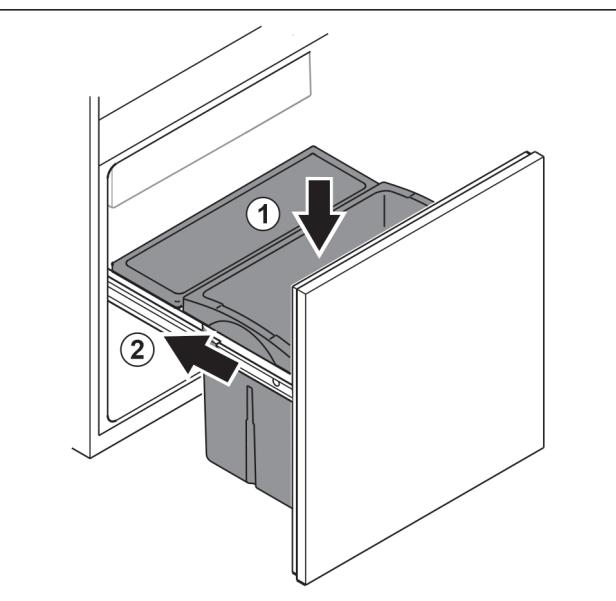

Fig. 101
- Вставити висувний ящик зверху. Fig. 101 (1)
- Вставити витяжний візок. Fig. 101 (2)